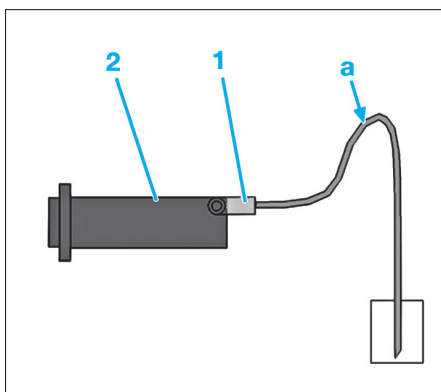

Fig. 9
- Accoupler un tuyau transparent (1) sur la vis de purge (Fig.9).
- Plonger l'extrémité du tuyau transparent dans un récipient contenant du liquide de frein, situé plus bas que le cylindre récepteur d'embrayage (2).